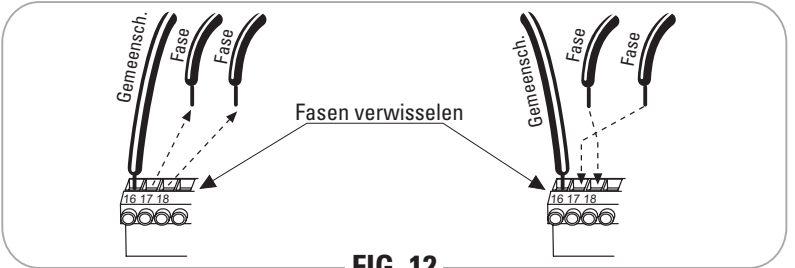

FIG. 12
Tijdens de eerste werking is het belangrijk om goed te controleren of de fasen van de elektromotor overeenkomen met de standen "open" en "gesloten" van de verzinkbare paal, en met de eindschakelaar van de uitgetreden paal (doorgang verhinderd), want anders moeten de draden van de twee fasen onderling verwisseld worden, terwijl de gemeenschappelijke draad "vast" blijft. (Fig.12).
- De **verzinkbare paal** moet opgeheven zijn om het **deksel** van de paal op de **randafdekking** te kunnen vastzetten. Geef dus een bedieningsimpuls (door een zender met de eigen radio-ontvanger te coderen of met een keuzeschakelaar met sleutel, Fig.12) om de verzinkbare paal omhoog te brengen (Fig.13).